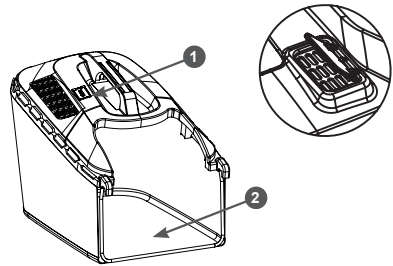

Рис. 19. Индикатор заполнения травосборника
14. Пока травосборник не заполнен, индикатор будет приподниматься потоком воздуха, проходящим через травосборник. Если индикатор находится в горизонтальном положении, значит травосборник заполнен (Рис. 19).